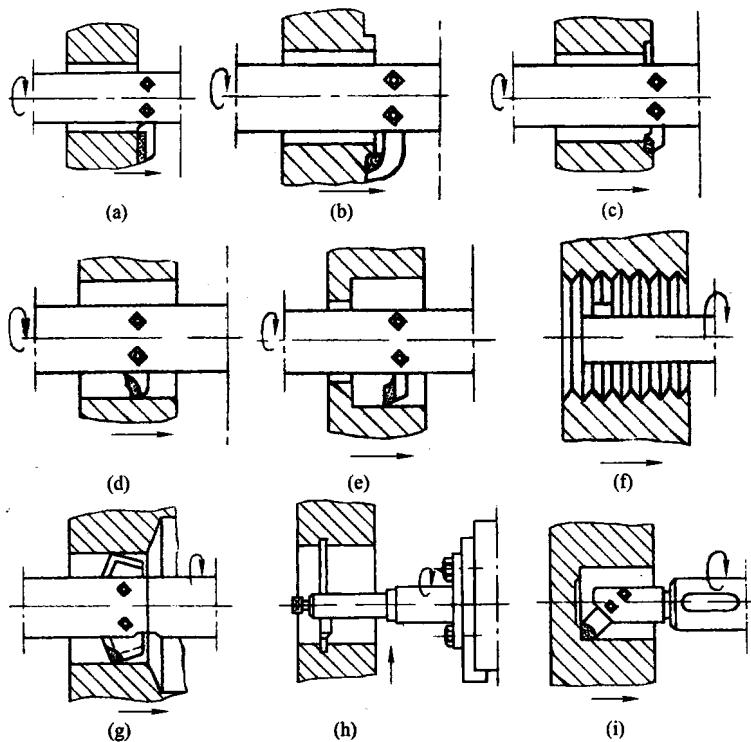

图 1-5 铣削加工方式
⑤ 镗床适用于精度较高的单孔和孔系加工，以及与孔相关面的切削加工，如图 1-5 所示，使用铣刀也可以进行铣削加工，主要用于箱体零件的孔系加工和平面加工。镗削是在镗床上由主轴带动镗刀旋转，工件与镗刀做相对运动所进行的切削加工。